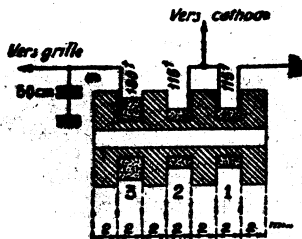

Fig. 2
**Gamme 5.** — 450 à 100 kc/s (667 m à 3.000 m) 475 tours de fil 15/100, 2 couches soie, bobinés en vrac, suivant figure 2, dans 3 gorges de 25 mm de diamètre intérieur; prise cathode entre les gorges 1 et 2, soit au 115e tour. En parallèle sur cette bobine, souder une capacité mica de 50 cm.